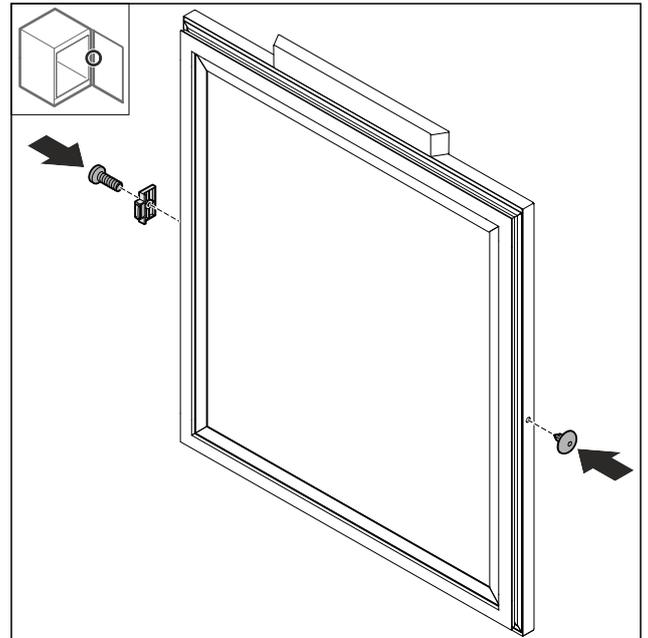

Fig. 71
- ▶ Türstopper Fig. 71 (1) um 180° gedreht auf der Gegenseite montieren.
- ▶ Abdeckung Fig. 71 (2) auf der Gegenseite einsetzen.